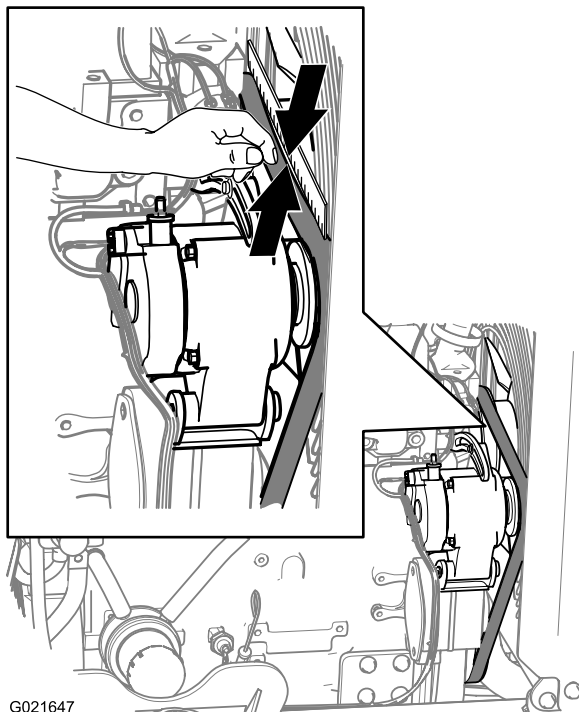

Figure 144
3. Vérifiez la courroie à la recherche de coupures, craquelures, fibres détachées, traces de graisse ou d'huile, vrillage ou signes d'usure anormale (Figure 144).
3. Alignez une règle par-dessus la courroie d'entraînement et en travers des poulies, comme montré à la Figure 144.
4. Appuyez sur la courroie à mi-chemin entre la poulie de ventilateur et la poulie d'alternateur, comme montré à la Figure 144.